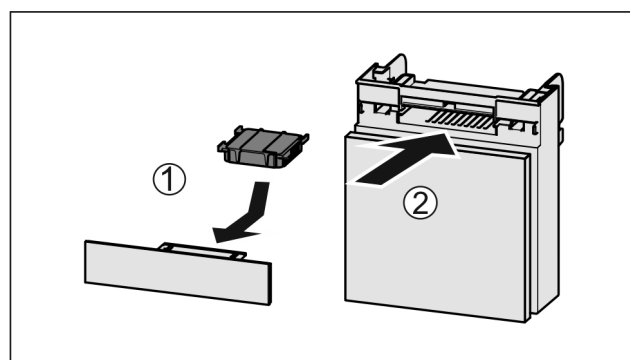

Fig. 42
- ▶ Filtr s aktivním uhlím vložte podle vyobrazení Fig. 42 (1).
- ▶ Zásuvku zasuňte Fig. 42 (2).